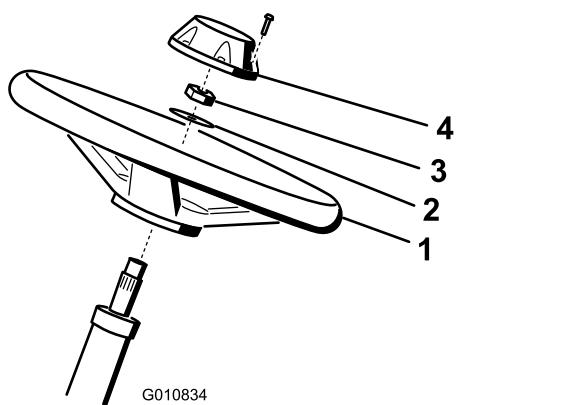

Рисунок 4
- Наденьте рулевое колесо на рулевой вал (Рисунок 4).
- Наденьте шайбу на рулевой вал (Рисунок 4).
- Закрепите рулевое колесо на валу контргайкой и затяните ее с моментом 27–35 Н·м (Рисунок 4).
- Установите крышку на рулевом колесе и закрепите ее 6 болтами (Рисунок 4).